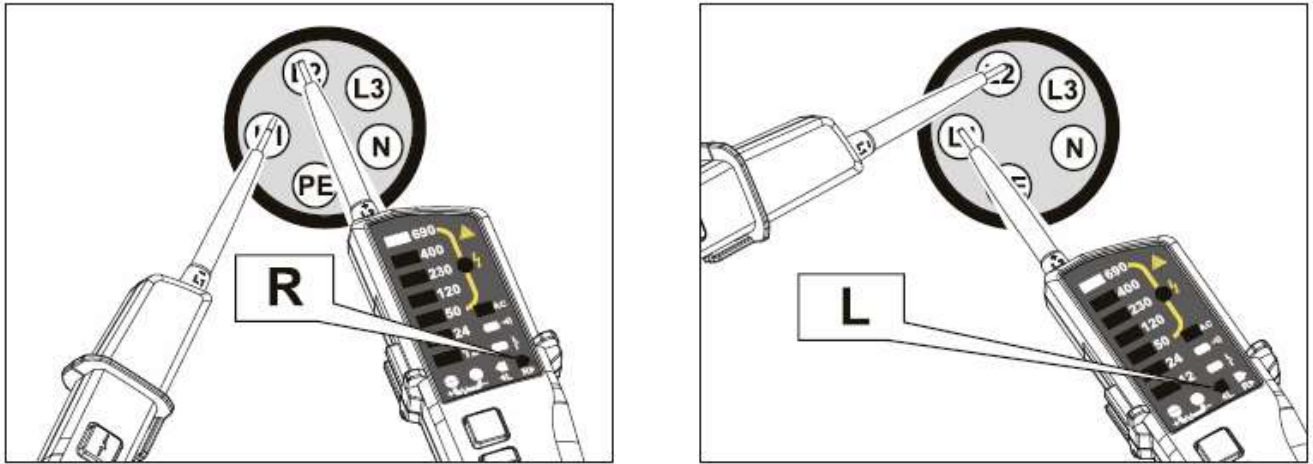

Figure 4
2. Tineti testerul in mana si introduceti testerul L2 la o faza iar testerul L1 la una din celelalte faze (vezi fig.4)